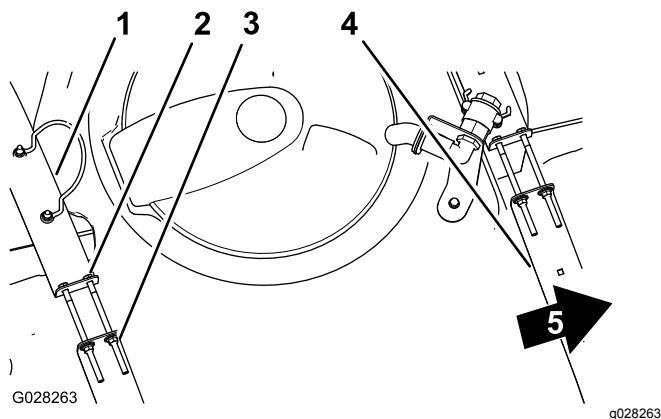

Figure 81
- Assurez-vous qu'il n'y a pas de jeu entre les sangles de la cuve et la cuve (Figure 81).
- Si les sangles de la cuve ne sont pas assez serrées, resserrez les contre-écrous à embase et les boulons en haut des sangles jusqu'à ce que ces dernières soient parfaitement en appui sur la surface de la cuve (Figure 81).